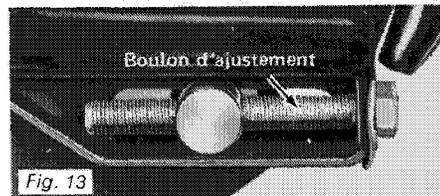

Fig. 13
1. Desserrez les deux écrous de verrouillage situés sur le côté intérieur des ressorts de suspension arrière. (Voir Fig. 13 et 14).